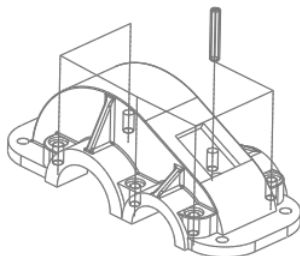

图 10.2.52 刀具路径
Step2. 单击“播放路径”对话框中的  按钮，观测刀具的行走路线，结果如图 10.2.52 所示。